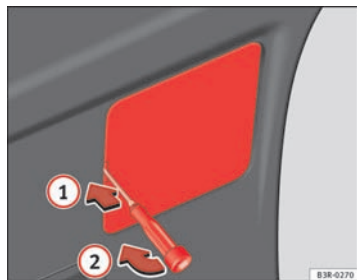

Fig. 236 Retirer le cache du revêtement du hayon
- Introduisez le tournevis dans l'évidement du cache ⇒ fig. 236 ① et retirez le cache ②.